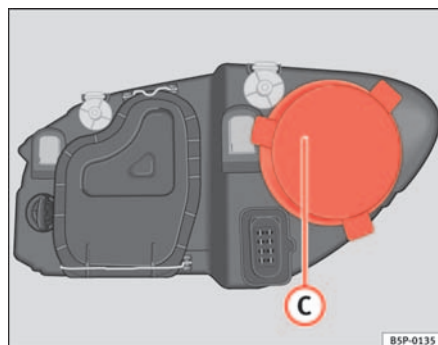

Fig. 184 Máximos
- Retirar a tampa ⇒ fig. 184 C, puxando-a.